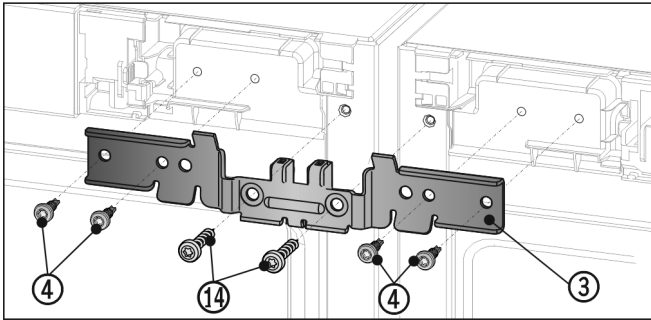

Fig. 13
- Pousser l'équerre Fig. 13 (3) avec l'entretoise entre les appareils et sur le pivot. Visser sans serrer l'équerre avec quatre vis Fig. 13 (4) et les vis de terre préalablement dévissées Fig. 13 (14) de façon alternée à droite et à gauche.